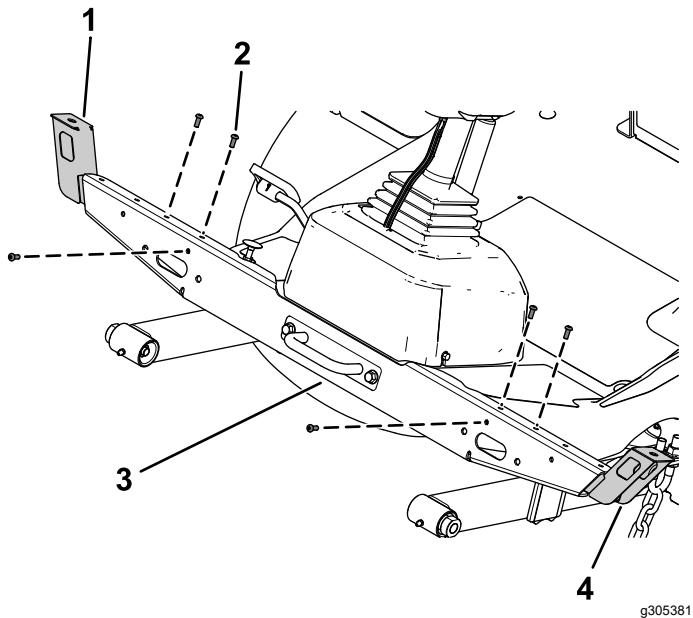

Bild 13
3. Befestigen Sie die linke und rechte Scheinwerferhalterung mit drei Halbrundschrauben ($\frac{1}{4}'' \times \frac{5}{8}''$) durch die Sicherungsmuttern an der Kreuzhalterung der Scheinwerfer auf jeder Seite (Bild 13).